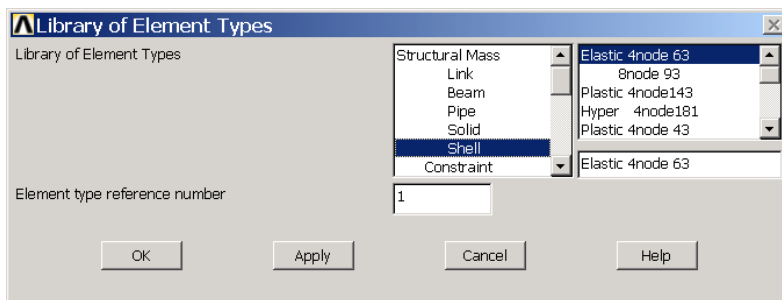

图2.37 选择单元类型
(3) 单击【Add...】按钮, 弹出如图 2.37 所示的对话框。
(4) 在如图 2.37 所示的对话框左侧的列表中选择【Shell】，在右侧的列表框中选择【Elastic 4node 63】，单击【OK】按钮确认。